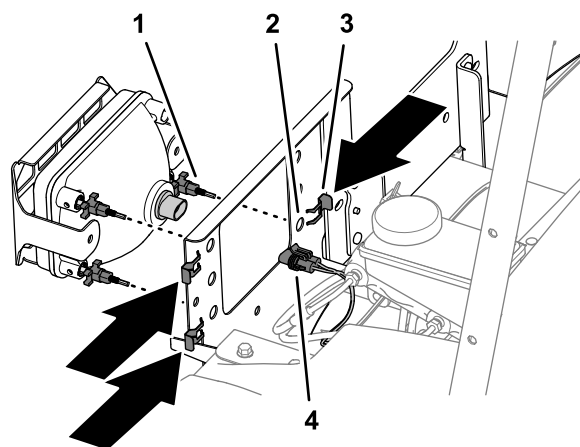

図 46
6. マシンのワイヤーハーネスの2ソケットコネクタを、ヘッドライト後部の2ピンコネクタに接続する(図 46)。